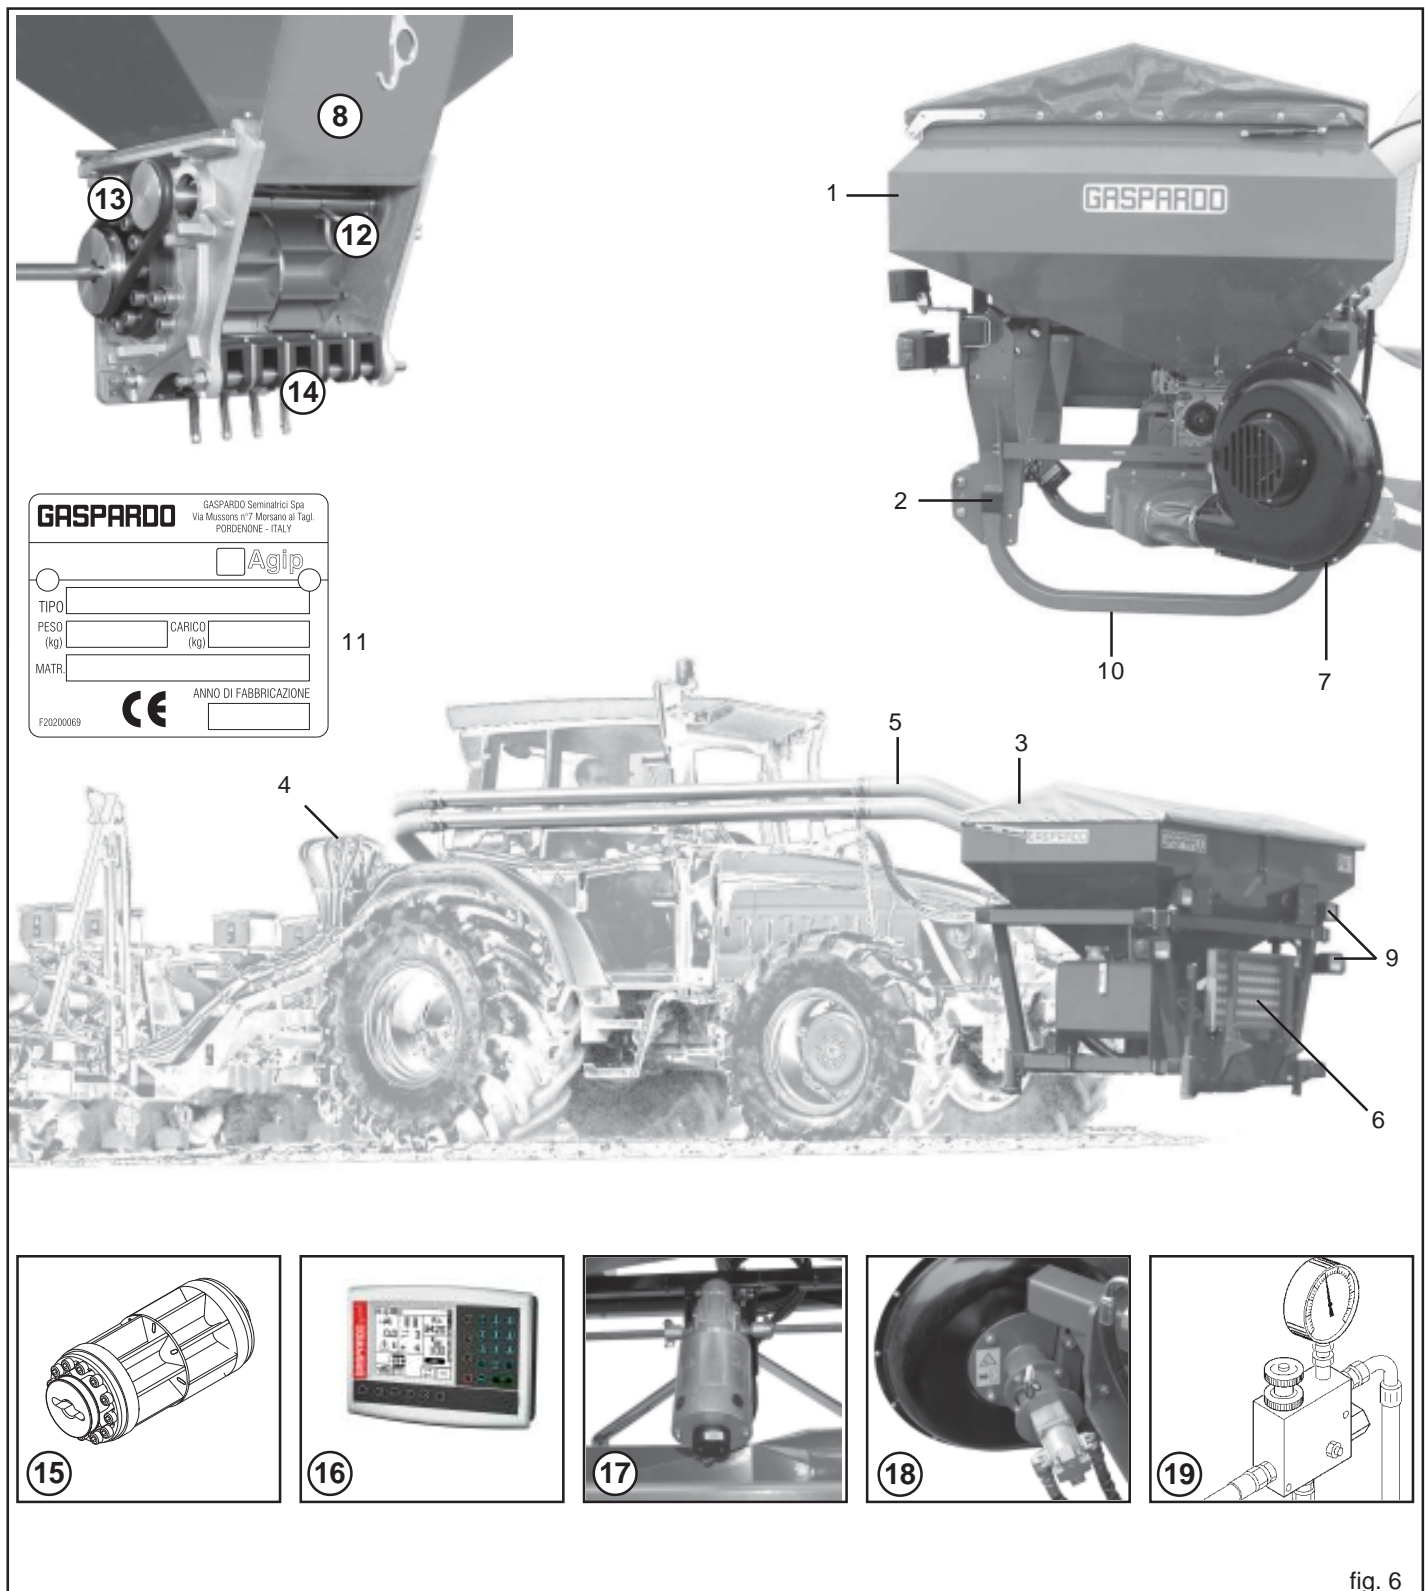

fig. 6
3.3 DISEGNO COMPLESSIVO (Fig. 6)